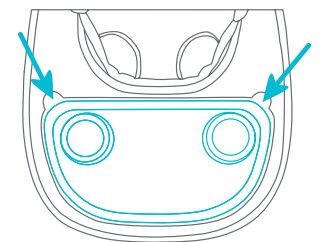

Fig. 9b
- Cuando esté frente al andador, retire el inserto de la bandeja tirando primero de las lengüetas de las esquinas hacia su cuerpo, luego tire hacia arriba para soltarlo (Fig. 9b).